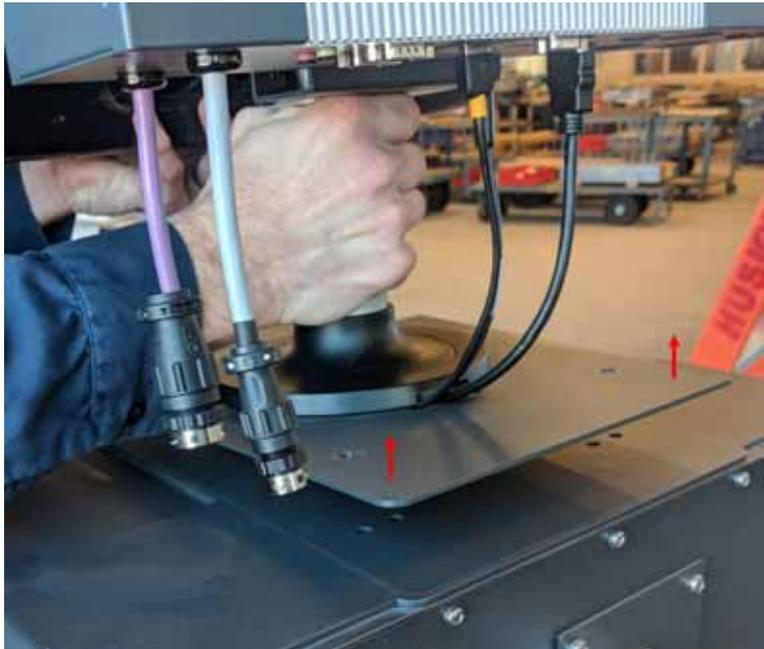

Figure 15-23 Retirez l'interface opérateur
5. Tenez fermement l'interface opérateur au niveau du poteau de montage argenté et soulevez délicatement l'unité de la partie supérieure de l'unité centrale. Veuillez-vous reporter à Figure 15-23.